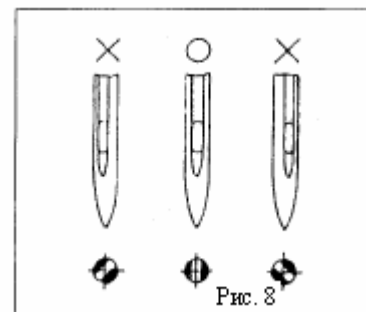
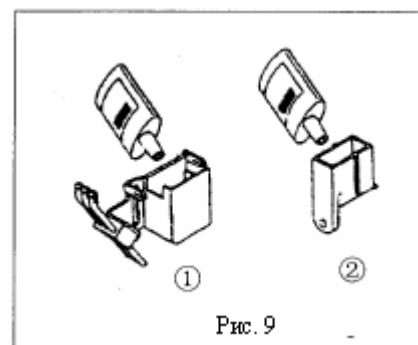

Рис. 8
Рис. 9
Иглы должны быть установлены правильно, таким образом, чтобы длинный желобок был обращен к оператору. На рис.8 значком показаны варианты правильной и неправильной установки иглы. Значком X обозначены неправильные варианты. При работе машины на высокой скорости, вследствие трения между иглой и материалом может происходить пропуск стежков, обрыв нити или увеличение пробиваемого иглой отверстия в материале. Особенно сильно это проявляется при использовании синтетических нитей и тканей. Чтобы избежать подобных проблем, машина оборудована стандартными устройствами смазки игольной нити (1) и охлаждения иглы (2). См. рис. 9. Чтобы наиболее эффективно использовать эти устройства, следует применять силиконовое масло. Мы предлагаем использовать эти устройства как можно шире. При этом следует достаточно часто снимать крышки этих устройств, проверять количество масла и при необходимости доливать силиконовое масло. Если эти устройства не используются, рекомендуем снять с них фетровые детали, чтобы игла и нить не касались их во время работы.